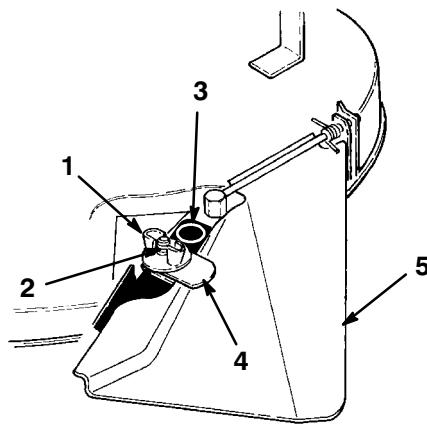

Bild 13
- Entfernen Sie die Flügelschrauben, mit denen die Auswurfabdeckung (Bild 13) am Schneidwerk abgesichert wird. **Entfernen Sie niemals das Ablenkblech vom Schneidwerk (Bild 13).**